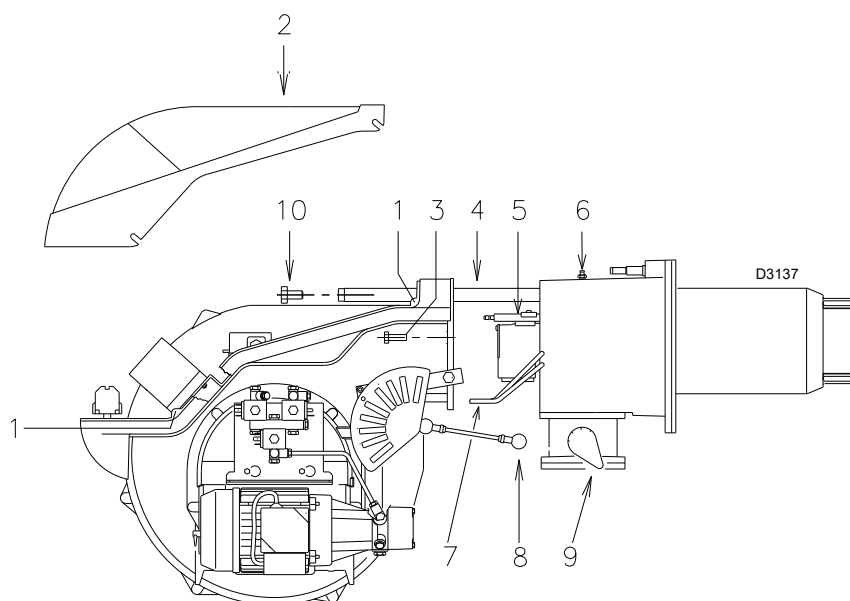

Abb. 44
- Lösen Sie die Schrauben 1) und nehmen Sie die Haube 2)(Abb. 44) ab.
- Lösen Sie die Heizölschläuche 7)(Abb. 44).
- Entfernen Sie die Schrauben 3) und schieben Sie den Brenner auf den Gleitschienen 4)(Abb. 44) um etwa 100 mm zurück.
Nun kann der innere Teil 5) nach dem Entfernen der Schraube 6)(Abb. 44) herausgezogen werden.